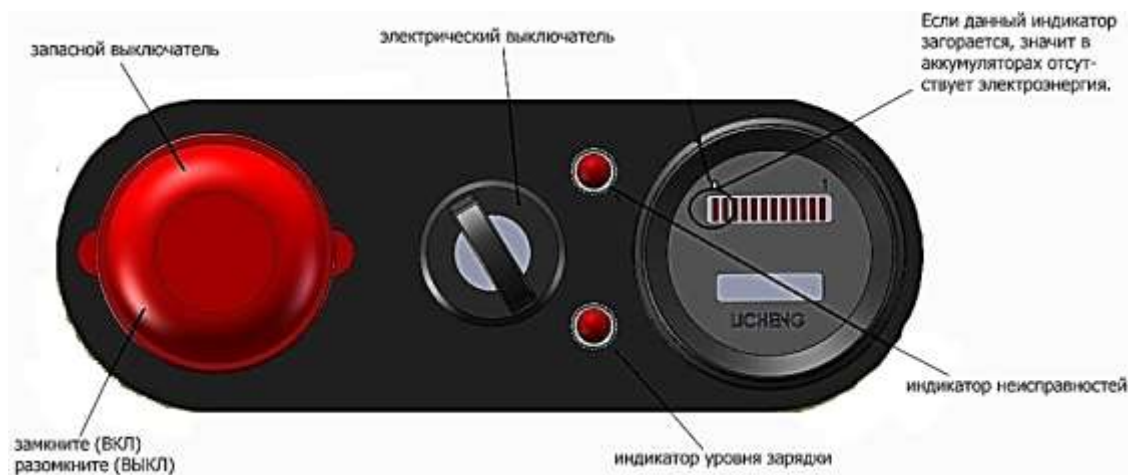

Рис. 2
- Проверьте наличие электроэнергии в аккумуляторах (рис.2). Потяните рычаг общего питания для включения общего источника питания, разблокируйте электрический замок на ручке, проверьте электрический счетчик энергии на приборной панели штабелера. Если на панели горит яркий индикатор, это означает, что электрическая энергия в аккумуляторах минимальна, что говорит о том, что его следует зарядить. Запрещается эксплуатировать штабелер без электроэнергии, так как это значительно сократит срок службы аккумулятора или полностью выведет его из строя.